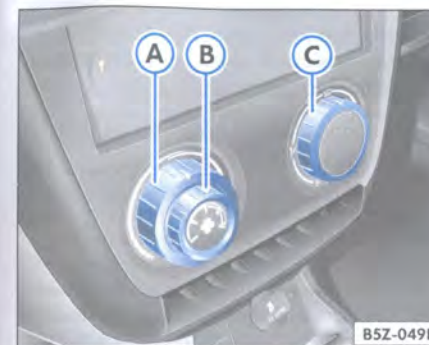
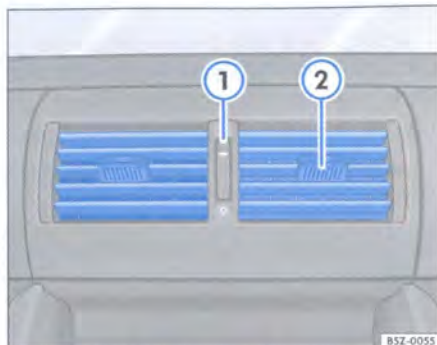
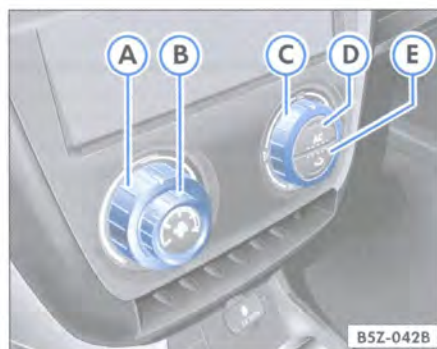

Fig. 101 Detalle en el cuadro: mandos
Fig. 102 Difusores de aire: distribución
Fig. 103 Detalle en el cuadro: mandos del aire acondicionado
- Gire el mando ⇒ fig. 101 (A) hacia la izquierda.
- Seleccione, en el mando (B), una de las 4 velocidades.
- Seleccione la distribución del aire, a través del mando (C), para la dirección deseada ⇒ página 116, "Distribución del aire".
- Gire el mando ⇒ fig. 101 (A) hacia la derecha hasta alcanzar la temperatura de calefacción deseada.
– Seleccione la distribución del aire, a través del mando (C), para la dirección deseada ⇒ página 116, "Distribución del aire".
– Gire totalmente el mando ⇒ fig. 101 (A) hacia la derecha en la regulación máxima de calefacción.
– Seleccione, en el mando (B), la tercera o cuarta velocidad.
– Seleccione, en el mando (C), la posición ⚡.
– Gire el mando ⇒ fig. 101 (A) para la posición de calefacción máxima.
Por todos los difusores sale el aire renovado, caliente o no, según la posición del interruptor ⇒ página 117, fig. 101 (A). Los difusores se controlan por el interruptor (C). Los difusores también pueden controlarse a través de los botones giratorios laterales ⇒ fig. 102 (1), que también sirven para abrirlos y cerrarlos.
La dirección del aire puede ser alterada para los lados, moviéndose la parrilla del difusor ⇒ fig. 102 (2). ◀
- Gire el mando ⇒ fig. 103 (A) para ajustar la temperatura, (B) para ajustar las velocidades de ventilación y el mando (C) para ajustar la distribución del aire ⇒ fig. 102 (1).
- Presione la tecla ⇒ fig. 103 (D) para activar el aire acondicionado³⁷⁾ o la tecla (E) para activar la recirculación de aire³⁷⁾. Cuando se conectan, se enciende un indicador luminoso en las teclas.
- (A) Mando de temperatura ⇒ página 119, "Calefacción y refrigeración del habitáculo"
- (B) Mando del ventilador. La velocidad de salida del aire puede ser regulada progresivamente en 4 posiciones. El ventilador debe ▶
- Apriete la tecla de accionamiento del aire acondicionado ⇒ página 118, fig. 103 (AC) (D). La luz indicadora en la tecla se encenderá.
- Gire el mando ⇒ página 118, fig. 103 (A) hacia la derecha hasta alcanzar la temperatura de calefacción deseada.
- Seleccione, en el mando ⇒ página 118, fig. 103 (B), una de las 4 velocidades.
- Seleccione la distribución del aire a través del mando ⇒ página 118, fig. 103 (C): (W) (para el parabrisas), (P) (para la región del pecho), (R) (para la región del parabrisas y reposapiés), (L) (para la región reposapiés) y (M) (para la región del pecho y reposapiés).
- Gire el mando ⇒ página 118, fig. 103 (A) para la izquierda, hasta alcanzar la temperatura de refrigeración deseada.